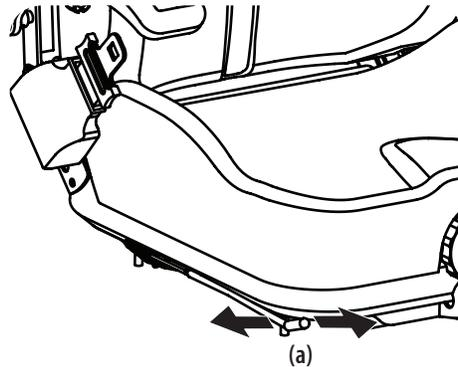

Figure 2-14
**Note :** La base du siège doit être retenue par la tige de retenue pour éviter que l'ensemble du siège ne bascule vers l'avant. Avant d'avancer ou de reculer le siège, repérez le levier de réglage situé sous le siège. Poussez le levier de réglage vers la gauche et glissez le siège vers l'avant ou l'arrière à la position désirée. Relâchez le levier lorsque le siège est placé à la position désirée. Voir Figure 2-14.